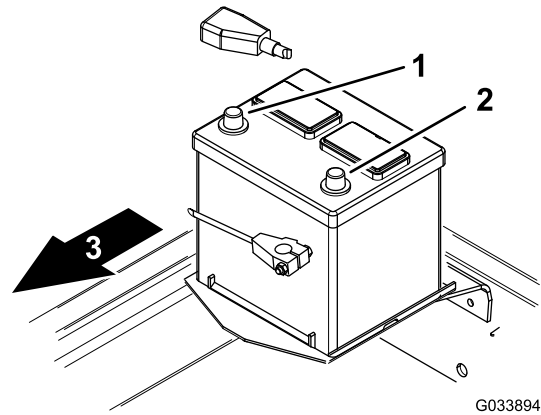

Figura 11
2. Instale o cabo positivo da bateria (vermelho) no terminal positivo (+) e deslize a cobertura de borracha sobre o terminal positivo (Figura 11).
3. Instale o cabo negativo da bateria (negro) no terminal negativo (-) da bateria (Figura 11).